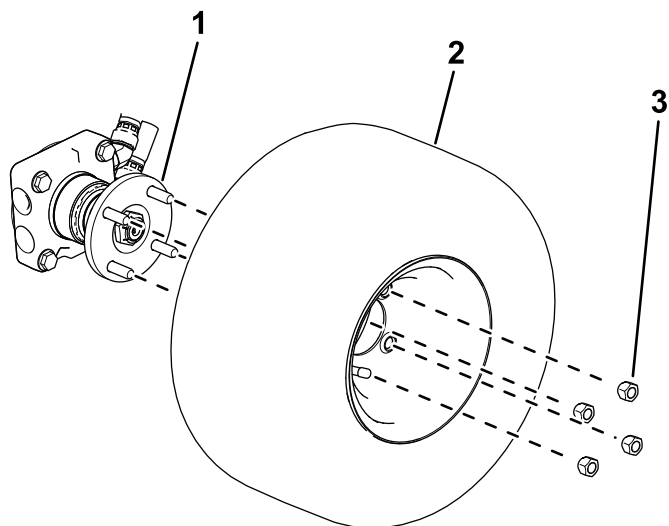

Figure 4
- Modèles à 4 roues motrices :** fixez la roue sur le moyeu avec 4 écrous de roue (Figure 4).